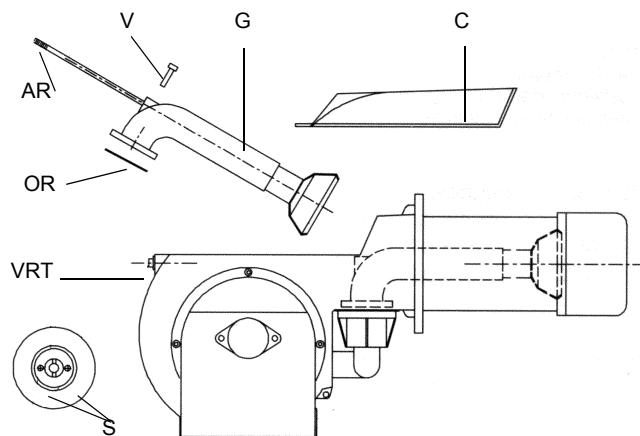

Рис. 35
- Снять, проверить и почистить голову сгорания (см. Рис. 35).